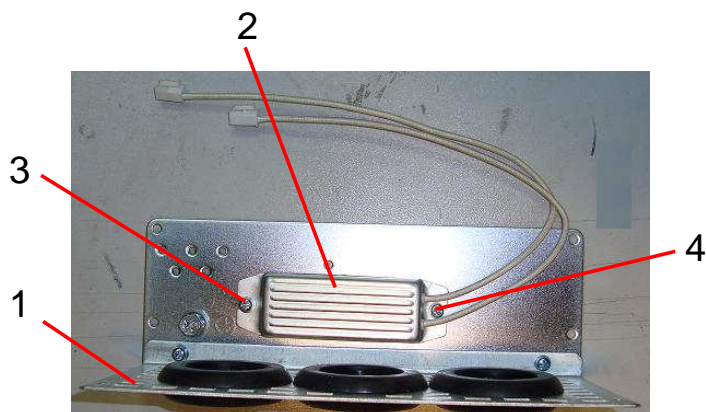

Рис.6.20
6.11.3. При необходимости снять резистор предзаряда: выкрутить винт 3, ослабить винт 4, сдвинуть и снять резистор 2 (рис.6.20). Положить винты, панель кабельных вводов и резистор в тару.